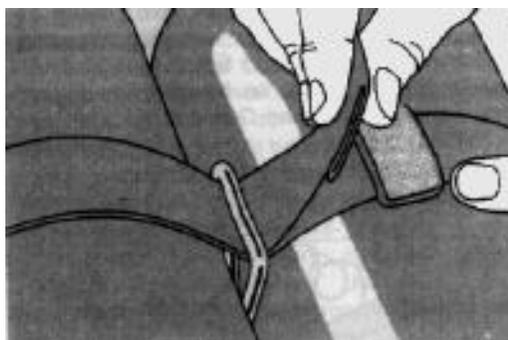

Figura 12
- Reajustar a abraçadeira do cilindro na extremidade solta e ajustar o laço para fixação da ponta solta do cinto. Prender a extremidade do cinto (Figura 12).